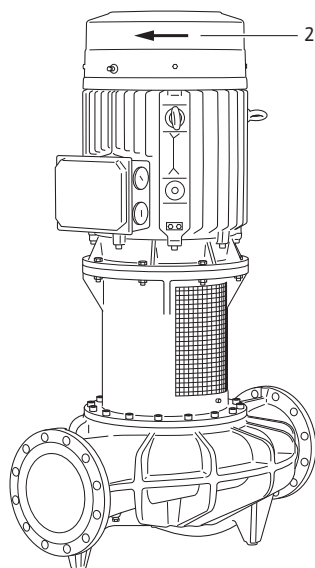

Рис. 37: проверка направления вращения
- Путем кратковременного включения проверить, совпадает ли направление вращения со стрелкой на кожухе вентилятора (см. рис. 37, поз. 2). При несовпадении направления вращения поступать следующим образом: